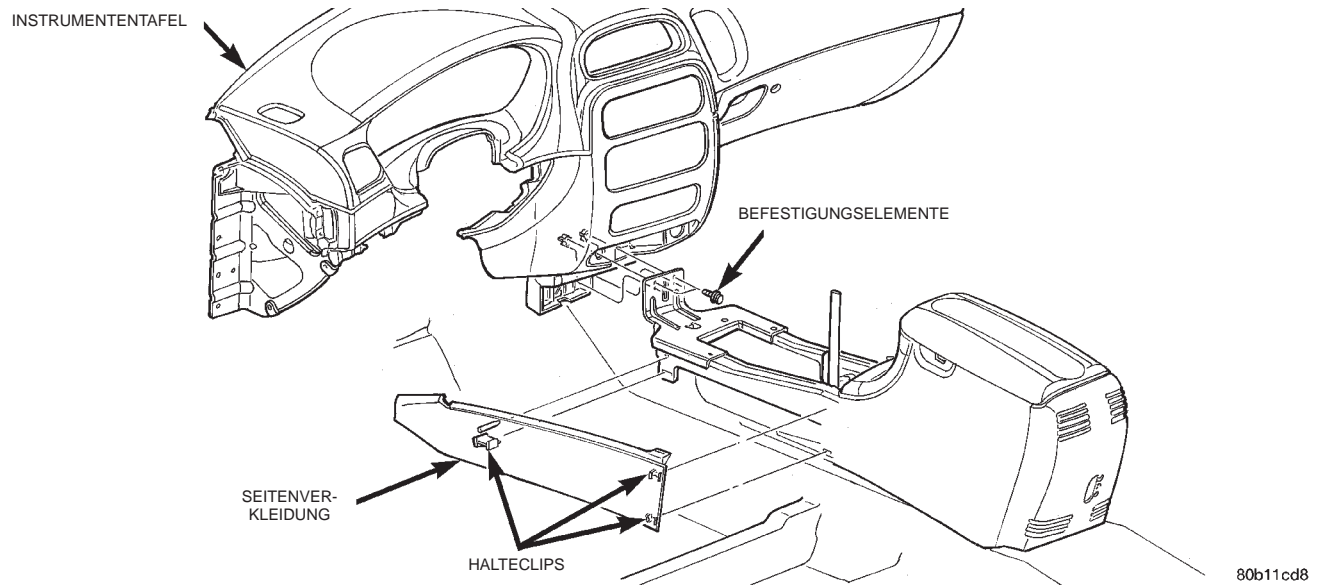
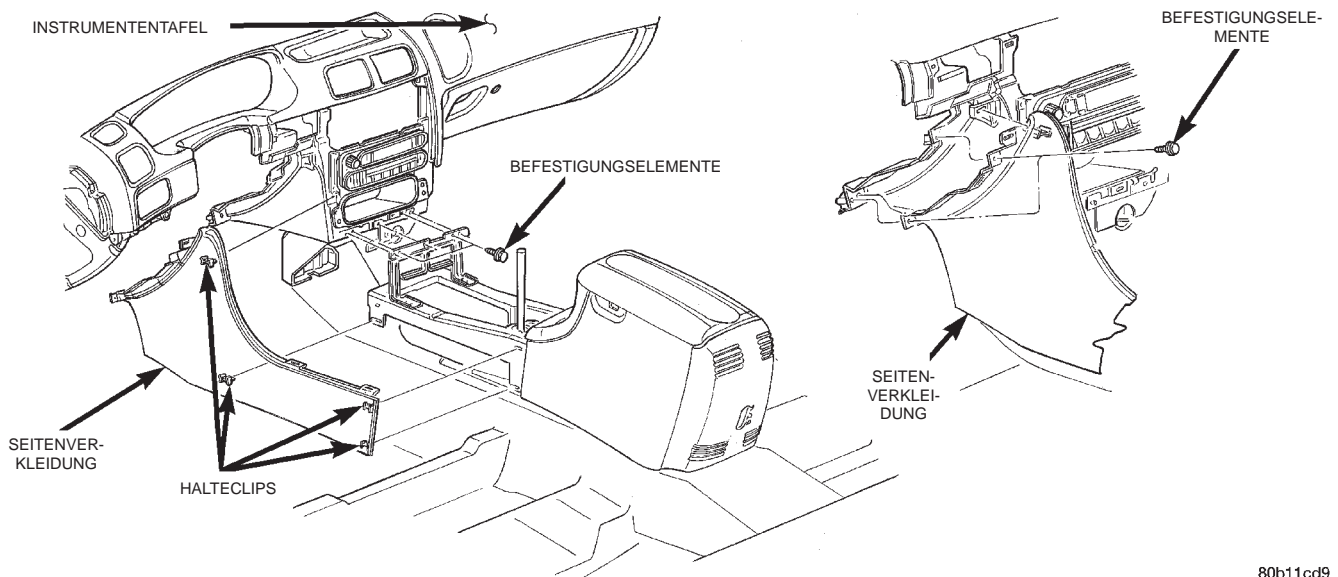
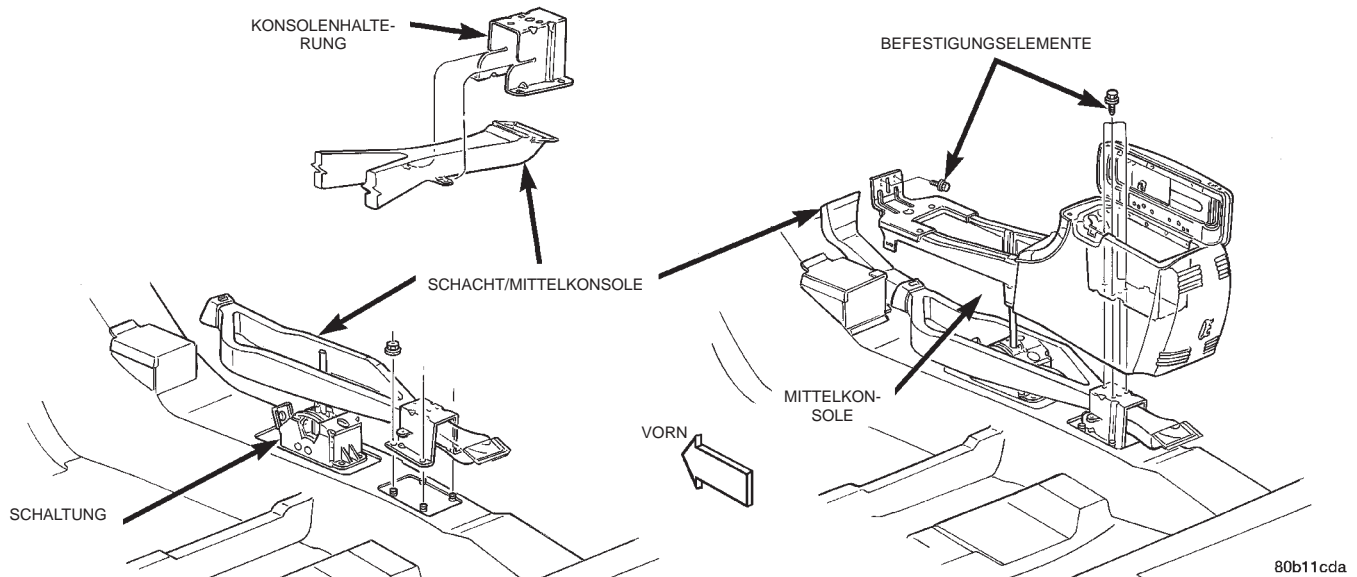

Abb. 5 Seitenverkleidungen der Mittelkonsole—Concorde
Abb. 6 Seitenverkleidung der Mittelkonsole—Intrepid abgebildet—LHS/300M ähnlich
Abb. 7 Mittelkonsole
- (1) Schaltkulissenblende der Mittelkonsole ausbauen.
- (2) Seitenverkleidungen abbauen (Abb. 5) oder (Abb. 6).
- (3) Befestigungselemente lösen, mit denen die vordere Halterung an der Instrumententafel befestigt ist.
- (4) Befestigungselemente lösen, mit der das Konsolenstufach unten an der hinteren Halterung befestigt ist (Abb. 7).
- (5) Mittelkonsole aus dem Fahrzeug ausbauen.
- (3) Halteclips aus der Mittelkonsole ausrasten (Abb. 5).
- (4) Seitenverkleidungen abbauen.
- (3) Lenksäulenabdeckung abbauen.
- (4) Befestigungselemente von den Seitenverkleidungen lösen (Abb. 6).